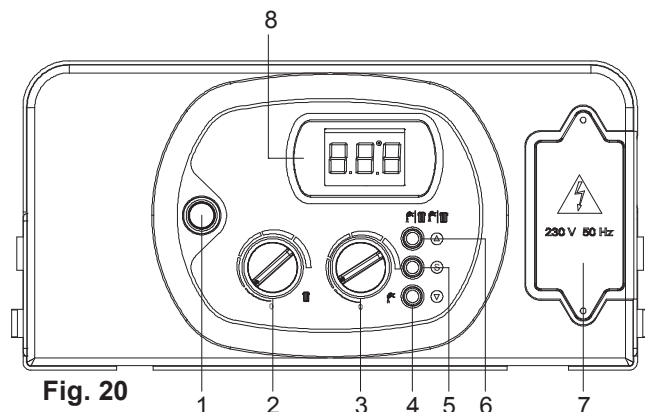

Fig. 20
- Mettre en fonction la chaudière en plaçant l'interrupteur **1** (Fig. 20 page 44) sur ON (marche) (fig. 1)
- Vérifier que l'afficheur **8** (Fig. 20 page 44) ne visualise aucun code d'erreur ; si la valeur **H20** s'affiche, cela signifie que l'eau manque dans la chaudière et qu'il est nécessaire de remplir l'installation selon les indications du chapitre « Remplissage de l'installation »
Pour commuter la chaudière sur « ÉTÉ », agir sur la touche **6** (Fig. 20 page 44) et sélectionner ainsi la fonction sanitaire. En mode “ETE”, le symbole  s'allume sur l'afficheur du tableau de commande.
Pour commuter la chaudière sur « HIVER », agir sur la touche **6** (Fig. 20 page 44) et sélectionner ainsi la fonction chauffage. En mode “HIVER”, le symbole  s'allume sur l'afficheur du tableau de commande.
Pour commuter la chaudière en fonctionnement ÉTÉ-HIVER, agir sur la touche **6** (Fig. 20 page 44) et sélectionner la fonction chauffage/eau chaude sanitaire. Le fonctionnement ÉTÉ-HIVER se reconnaît à l'allumage simultané des symboles  sur l'afficheur du tableau de commande.
Le réglage de la température s'effectue au moyen du bouton **2** (Fig. 20 page 44) ;
Le réglage de la température s'effectue au moyen du bouton **3** (Fig. 20 page 44) ;